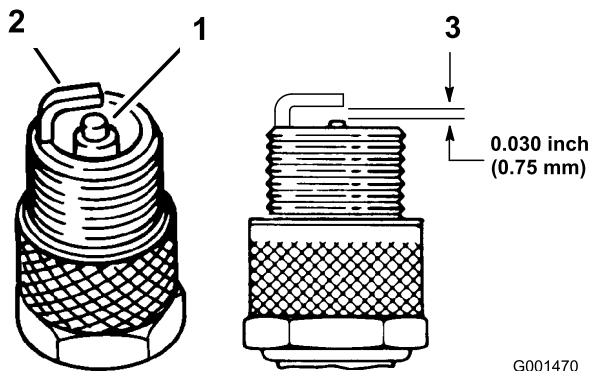

図 25
1. 中央の電極部(図 25)を観察する。絶縁体部がうす茶色や灰色なら適正、黒い汚れがある場合にはエア・クリーナの不良を考える。
2. すきまゲージでエア・ギャップの点検を行い(図 25)、隙間の大きさが適切でなければ側面の電極を注意深く曲げて調整する(図 25)。
3. 点火コードを接続する(図 25)。